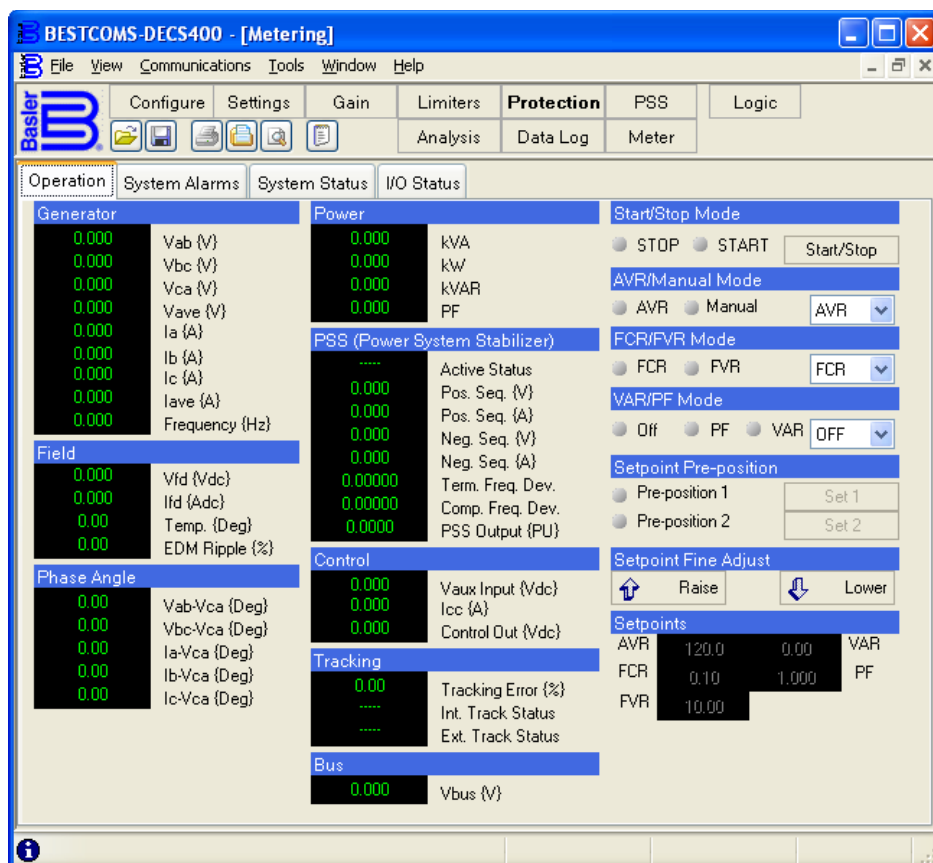

Figure 6-1. Écran de mesure BESTCOMS, onglet Fonctionnement
- Commutateurs de démarrage/d'arrêt de l'onglet Fonctionnement de l'écran de mesure de BESTCOMS (voir la Figure 6-1 pour obtenir une illustration de l'onglet Fonctionnement). _____